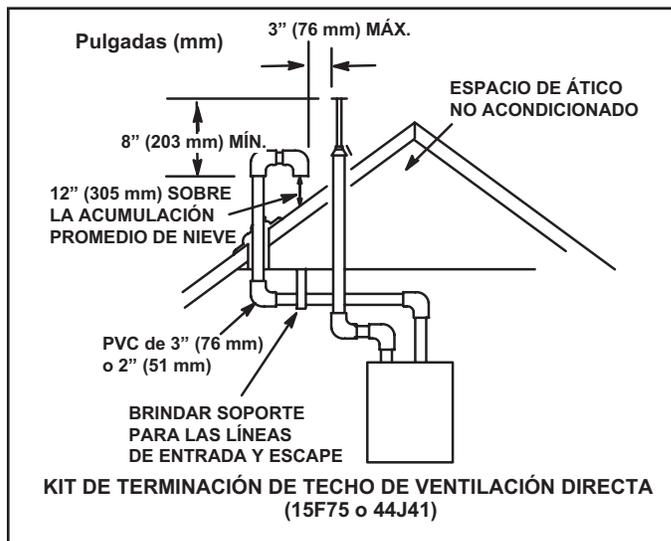

FIGURA 37
Las tuberías de entrada y de escape se pueden tender ya sea horizontalmente a través de una pared exterior o verticalmente a través del techo. En instalaciones en un ático o clóset, se prefiere la terminación vertical a través del techo. La FIGURA 37 a la FIGURA 44 muestran terminaciones típicas.
- 3 - En las terminaciones de techo, la tubería de entrada debe terminar recta hacia abajo usando dos codos de 90° (FIGURA 37).